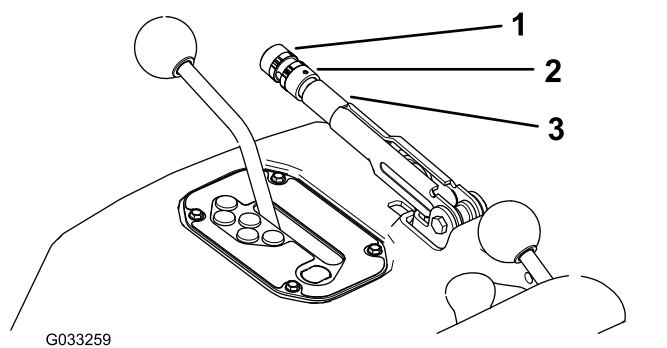

Figura 78
2. Afloje el tornillo de fijación que sujeta el pomo a la palanca del freno de estacionamiento (Figura 78).
3. Gire el pomo (Figura 78) hasta que se requiera una fuerza de 20–22 kg para accionar la palanca.
4. Apriete el tornillo de fijación cuando termine (Figura 78).